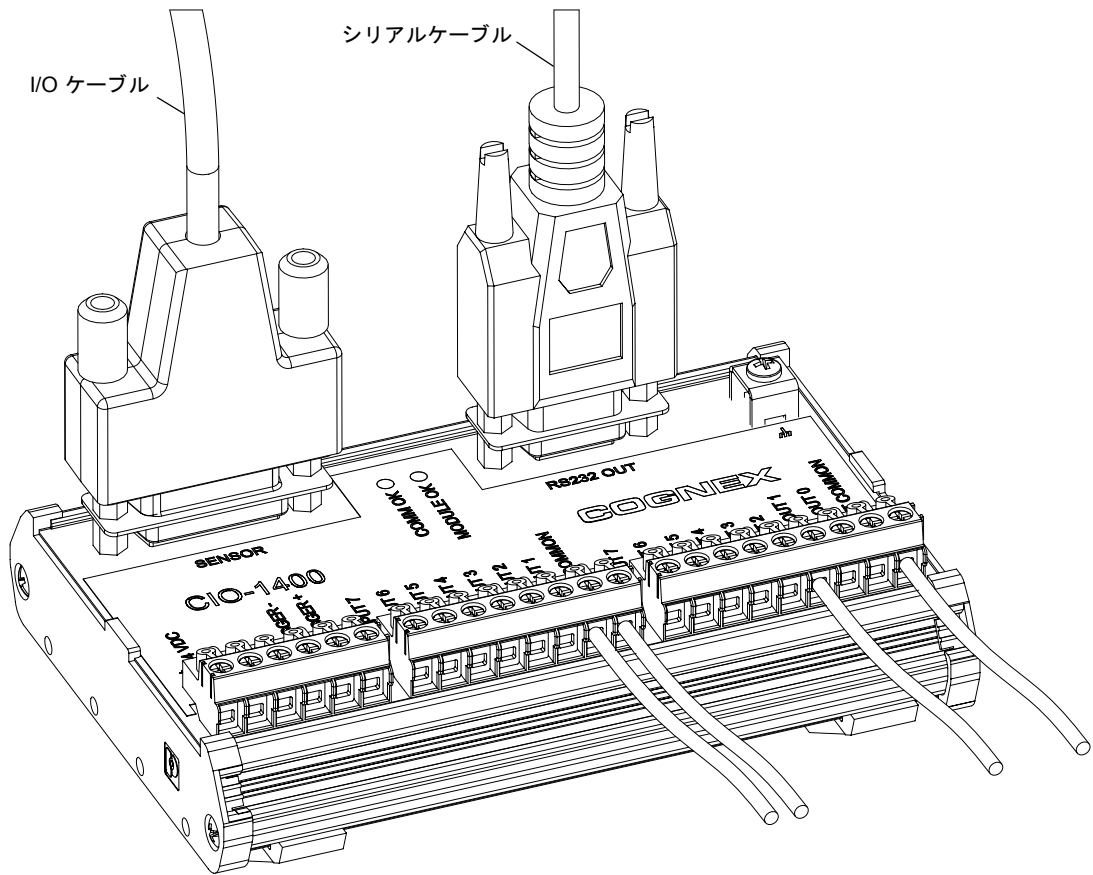

図 2-2: I/O ケーブルおよびシリアルケーブルの接続
| 図 2-2: | I/O ケーブルおよびシリアルケーブルの接続..... | 5 |
6. I/O ケーブル (DB15 コネクタ) を 図 2-2 に示すように CIO-1400 に接続します。